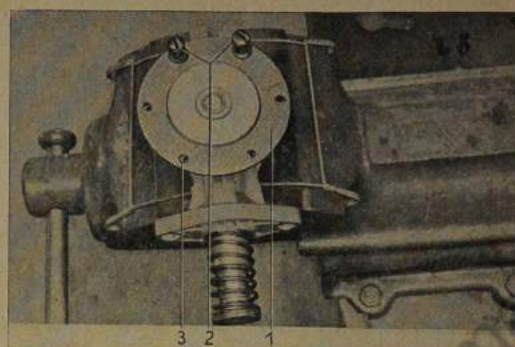

Bild 253: Kraftstoffpumpenmembran auswechseln
4. Dichtflächen am Gehäuse-Ober- und Unterteil säubern. Neue Membran auf das Gehäuse legen und zwei Linsenschrauben in die Löcher einschrauben (Bild 253/2).